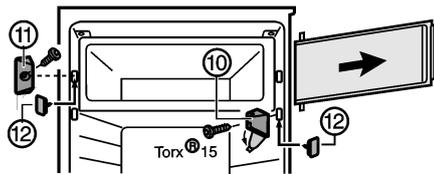

Fig. 6 \*
- ▶ Pliegue la cubierta en el soporte de cojinete Fig. 6 (10).\*
- ▶ Desatornille el soporte de cojinete Fig. 6 (10) con la puerta del compartimento.\*
- ▶ Desatornille la pieza de cierre Fig. 6 (11).\*
- ▶ Cierre los agujeros desocupados con la cubierta Fig. 6 (12) adjunta.\*